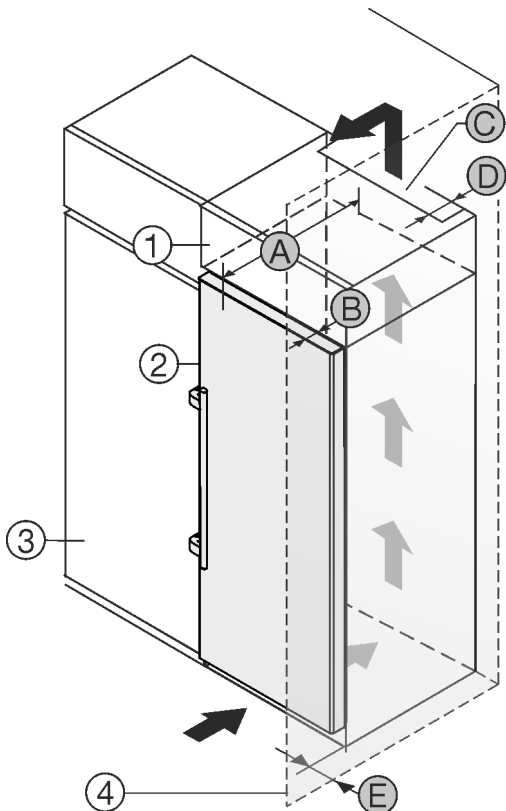

Fig. 2
Zariadenie môžete inštalovať priamo vedľa kuchynskej skrine Fig. 2 (3).\*
Na zadnej strane nadstavnej skrine musí byť vetracia šachta s hĺbkou Fig. 2 (D) cez celú šírku nadstavnej skrine.\*
Pod stropom miestnosti sa musí dodržať prierez vetracieho otvoru Fig. 2 (C).\*
Ak zariadenie nainštalujete so závesmi vedľa steny Fig. 2 (4), tak vzdialenosť medzi zariadením a stenou musí byť minimálne 57 mm . To zodpovedá presahu držadla pri otvorených dverách.\*
Aby ste mohli dvere úplne otvoriť, zariadenie musí vyčnievať o hĺbku dverí Fig. 2 (B) prednej časti kuchynskej skrine. V závislosti od hĺbky kuchynských skríň Fig. 2 (3) a použitia dištančných držiakov na stenu môže zariadenie prečnievať ešte viac.\*